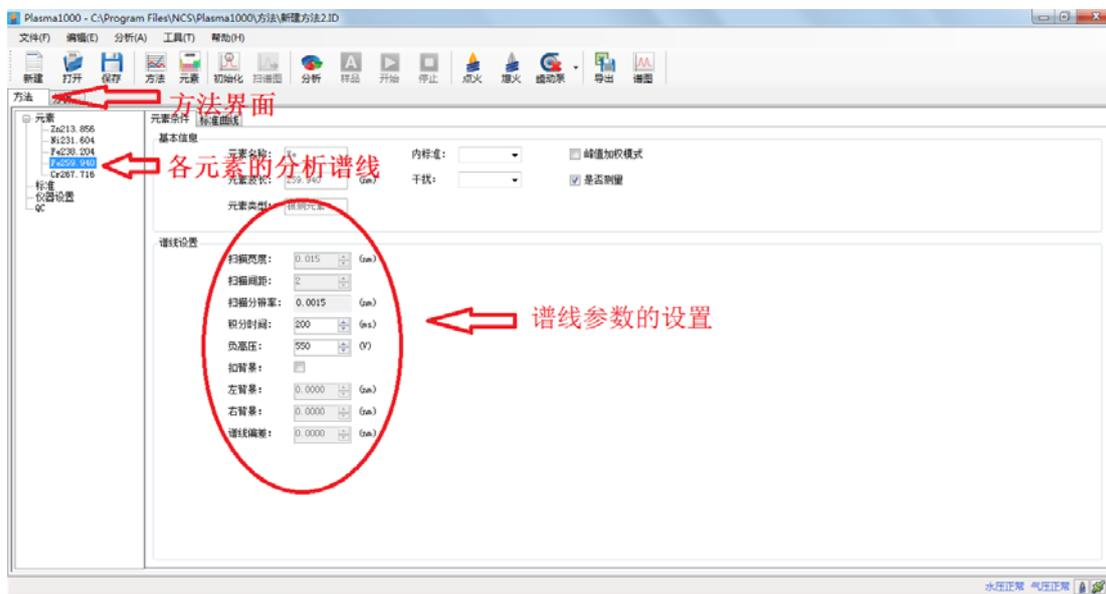

图 12 各谱线参数的设定
4) 元素和谱线选定后，在方法界面中选择元素选项，可以看到您要测量的元素和各条谱线。点击各元素谱线，可以在元素条件界面设定每条谱线的参数(扫描间距、积分时间和负高压)，如图 12 所示。